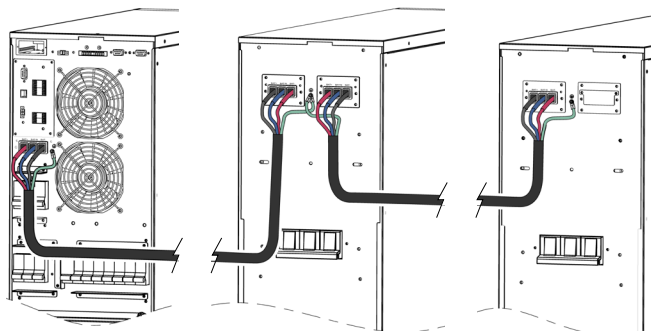
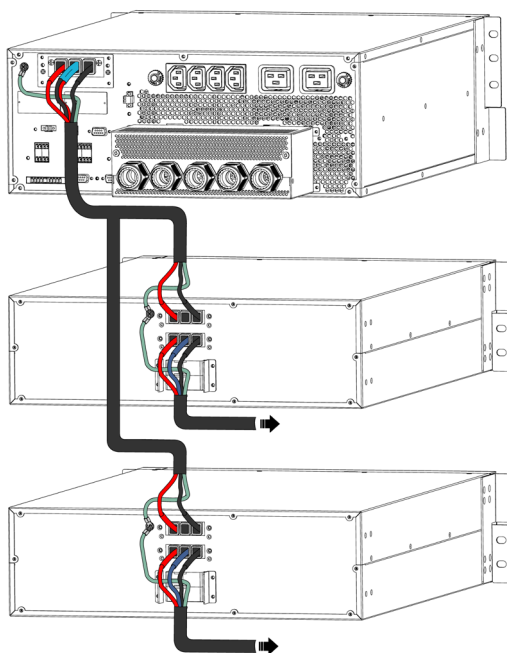

Fig. 41. Conexión entre el SAI versión torre y uno o varios armarios de baterías.
Fig. 43. Conexión entre el SAI versión rack de 15 y 20 kVA y uno o varios armarios de baterías.
- La conexión del armario de baterías con el SAI, se realizará mediante la manguera que se suministra con cada armario de baterías conectando un extremo a los bornes del SAI y el otro a los bornes del módulo de baterías, respetando la polaridad indicada en el etiquetado de cada elemento y en este manual. Respetar conexionado por colores de cables: un color de positivo del SAI a positivo del armario de baterías; otro color de negativo del SAI a negativo de baterías; otro color de neutro del SAI a toma media de baterías (N). Usar cable verde-amarillo para interconectar las tomas de tierra, ver Fig. 41. En las Fig. 8, Fig. 9 y Fig. 10 se puede ver en mas detalles los conectores de baterías y sus respectivos tierra.
- Para autonomías extendidas en que se suministran **más de un módulo o armarios de baterías**, la conexión será siempre en paralelo entre ellos y el equipo (ver Fig. 41 a Fig. 43).